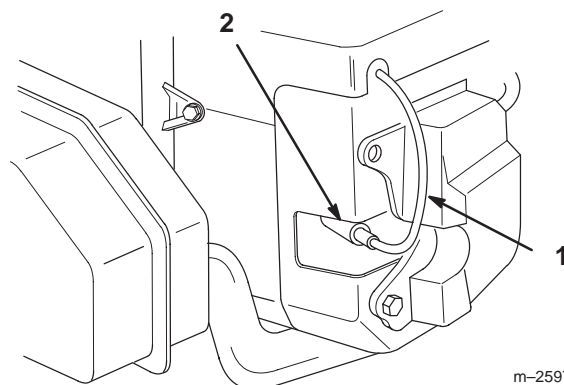

Figure 23
2. Débranchez les fils des bougies (Fig. 23). Nettoyez la surface autour des bougies pour éviter que des impuretés n'endommagent le moteur en tombant à l'intérieur.
3. Connectez les fils aux bougies (Fig. 23).